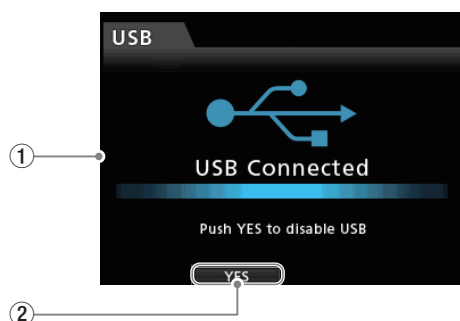

Fig 16
On the **"USB Connected"** screen (Fig. 16-①), press the **F2** button, which corresponds to the **"YES"** icon (Fig. 16-②), to return to the USB connection selection screen (Fig. 16-③).
Press the **F1** button, which corresponds to the **"NO"** icon (Fig. 16-④), to end USB connection and return to the **MENU** screen.
**"USB Connected"**(Fig16-①)の表示画面から、**[YES]**マーク(Fig16-②)に対応する**F2**ボタンを押し、USB接続選択画面(Fig16-③)に移動する。
**[NO]**マーク(Fig16-④)に対応する**F1**ボタンを押し、USB接続を解除して**[MENU]**画面に移動する。